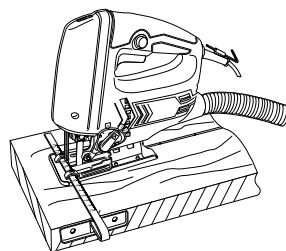

Fig. 14
- > Coloque la guía paralela (13) en el producto tal y como se ha descrito anteriormente y ajústela a la anchura deseada (Fig. 14).